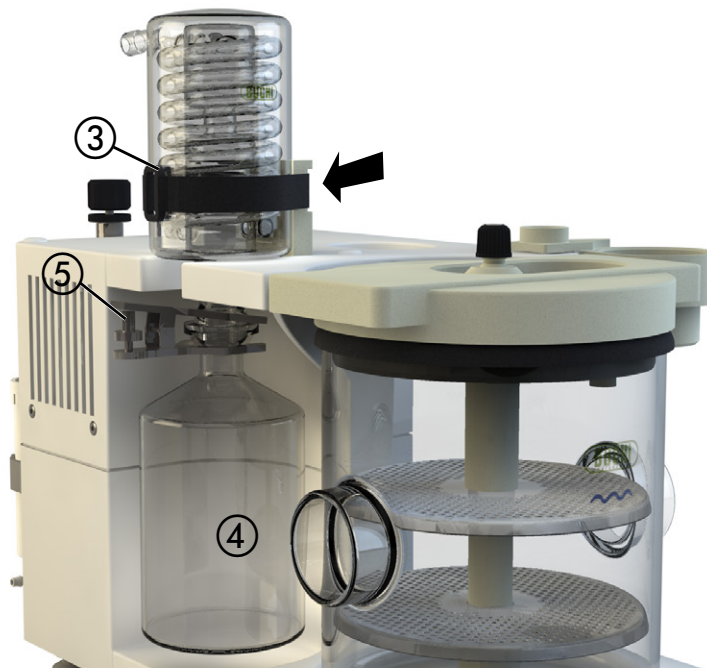

Abb. 5.6: Sichern des Kühlers mit dem Klettverschluss
- Den Kühler vorsichtig von oben in die Öffnung am Gehäuse einführen und mit dem Klettverschluss ③ an der Trägerplatte ① befestigen. Der Klettverschluss ist durch die Nut an der Rückseite der Trägerplatte zu führen, um einen festen Sitz des Kühlers zu garantieren (siehe Pfeil in Abb. 5.6). Die Anschlüsse des Kühlers müssen nach hinten zeigen.
- Das Auffanggefäß ④ von unten einsetzen und mit der Kugelschliffklemme ⑤ sichern.